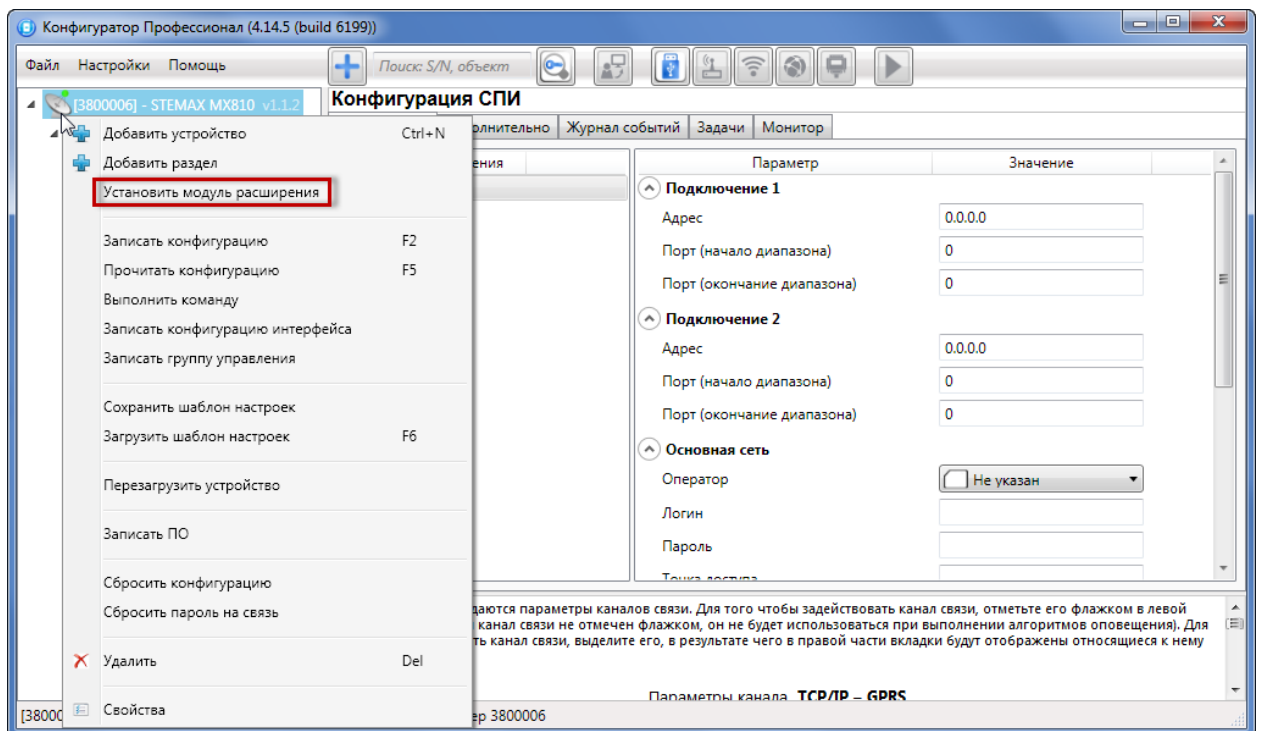

Рис. 6.1. Добавление модуля расширения
- 2) Щелкните правой кнопкой мыши по строке SPI базового контроллера в дереве устройств и в появившемся меню выберите *Установить модуль расширения* (Рис. 6.1).